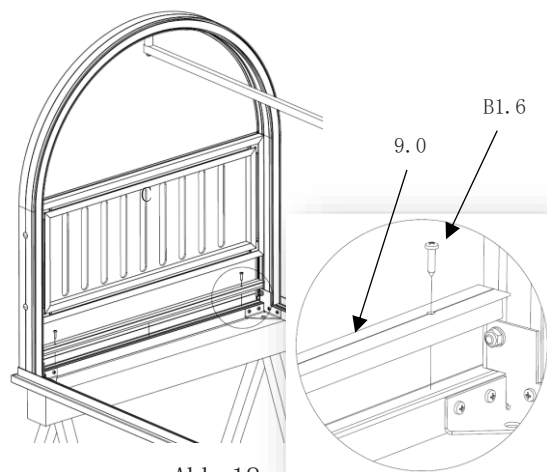

Abb. 18
- Bogenglasleiste (Pos. 9. 0) mit Linsenkopfschrauben (Pos. B1. 6) innen am Randsprossenbogens montieren. (Abb. 18)